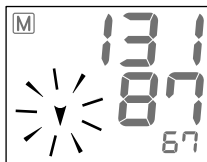

Рис.12
2. Нажмите кнопку « \diamond / \odot ». На дисплее кратковременно отобразятся все символы. Далее на дисплее появится результат предыдущего измерения, замигает символ сравнения и прибор выпустит остатки воздуха из манжеты (рис.12).